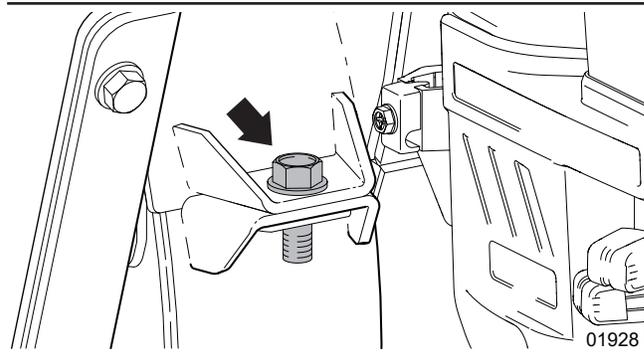

Figure 31 – Boulon de retenue du boîtier supérieur du rotor
14. Installez le boulon de retenue du boîtier supérieur du rotor. Pour plus d'informations, consultez *Figure 31*.